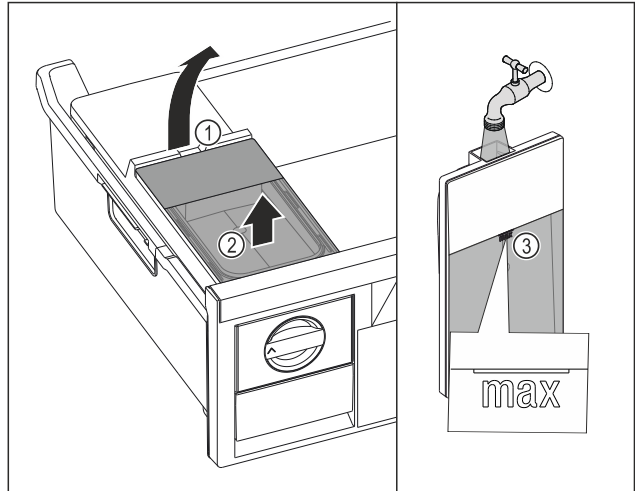

Fig. 80
- ▶ Повдигнете резервоара за вода при прореза Fig. 80 (1).
- ▶ Извадете резервоара за вода нагоре. Fig. 80 (2)
- ▶ Напълнете резервоара за вода до маркировката Fig. 80 (3) с питейна вода.